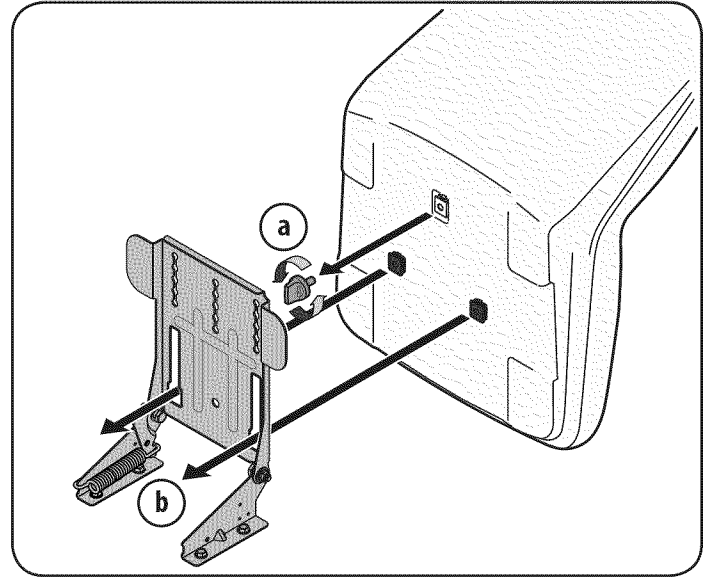

Figure 31
1. Como ya se ha indicado, quitar la perilla de ajuste de asiento instalado en la fábrica en la parte inferior del asiento. Consulte la sección "A" en la Figure 31.
2. Alinear el asiento sobre el soporte de pivote del asiento como se muestra en la Figure 31 y montar el asiento en el soporte de pivote insertando las dos lengüetas de la parte inferior del asiento en las ranuras de la ménsula de pivote.